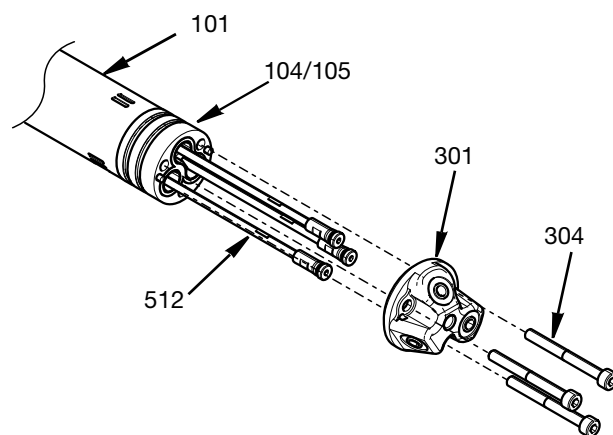

FIG. 12
- Lösen Sie die drei M4-Sechskantschrauben (304), die den Düsenkopf (301) und den Adapter (104/105) am vorderen Ende des Zentralgehäuses (101) halten. Die Absperrventilstangen (512) können dann entfernt werden. Siehe FIG. 12.